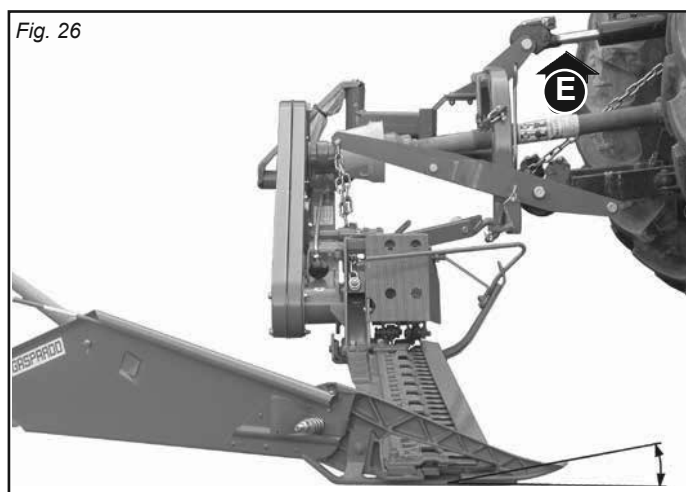

Fig. 26
- Regolare l'inclinazione dei denti della barra rispetto al terreno tramite il tirante (E, Fig. 26):
- per foraggi bassi, umidi e fitti inclinare i denti verso il basso accorciando il tirante (E, Fig. 26).
- per terreni con la presenza di sassi e pietre inclinare i denti verso l'alto allungando il tirante (E, Fig. 26).